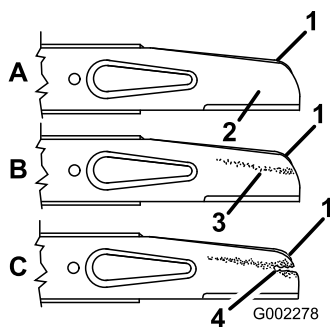

Figure 32
2. Enlevez les écrous, l'accélérateur et la lame (Figure 32).